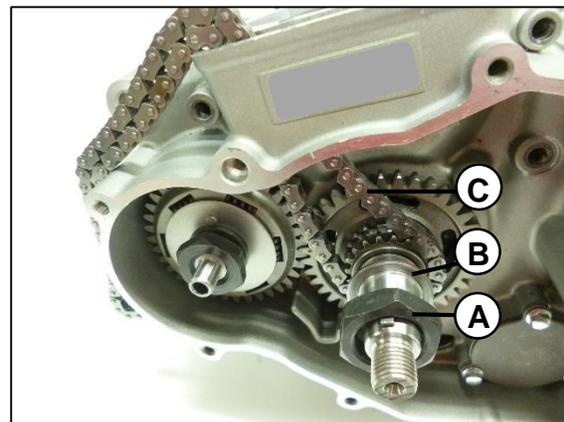

Fig. 30
Remueva la tuerca hexagonal 32 mm (A), la arandela de ajuste Ø 31.90 mm calibre 2.5 mm (B), cadenilla (tipo oruga 100 eslabones) (C). **Fig. 30**